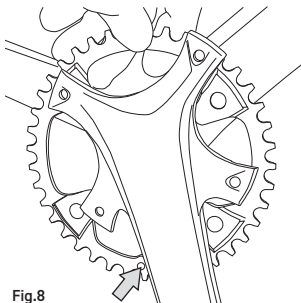

Fig.8
- **POUR EKAR:** placez le nouveau plateau sur le support du pédalier en faisant coïncider le doigt présent sur le plateau avec la manivelle (Fig. 8).